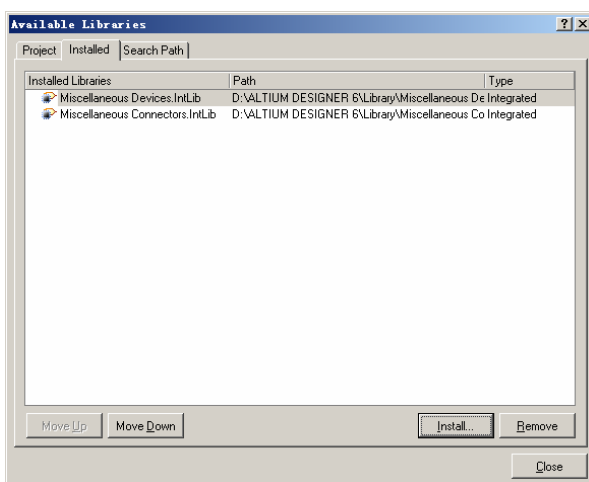

图 2.76 “Available Libraries”对话框
(3)单击“Libraries”工作面板上方的“Libraries”按钮,打开如图 2.76 所示的“Available Libraries”对话框。